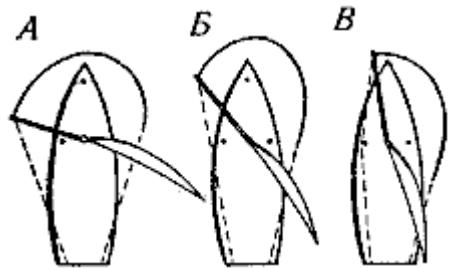

Рис. 114. Схема несения спинакера на разных курсах
**На курсе фордевинд** спинакер надо нести так, чтобы спинакер-гик почти касался наветренных вант (**рис. 114, А**), а шкот потравить как можно больше: спинакер должен уйти вперед и принять возможно более «пузатую» форму, а спинакер-гик — продолжать линию грота-гика с наветренной стороны мачты.
**На курсе бакштаг** нести спинакер легче, так как он работает даже в слабый ветер и меньше загораживается гротом. Брас травят таким образом, чтобы спинакер-гик стоял между вантами и штагом. На курсе крутой бакштаг вместе со спинакером можно нести и стаксель, хотя заставить его работать нелегко (рис. 114, Б)
**На курсе галфвинд** спинакер-гик стравливают до штага (рис. 114, В). Спинакер на этом курсе очень мешает работе грота, кренит яхту и нижней шкаториной цепляет за волны. Поэтому для галфвинаша шьют специальные спинакеры (более плоской формы и меньшего размера).